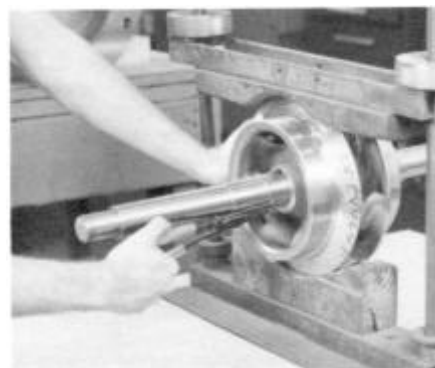

FIGURA 32 – REMOCION DEL ANILLO SUJETADOR DEL IMPULSOR.
9. Remueva el anillo sujetador del impulsor (3-915-1) con unas pinzas para anillo de sujeción (Consulte la Figura 32). Caliente el cubo del